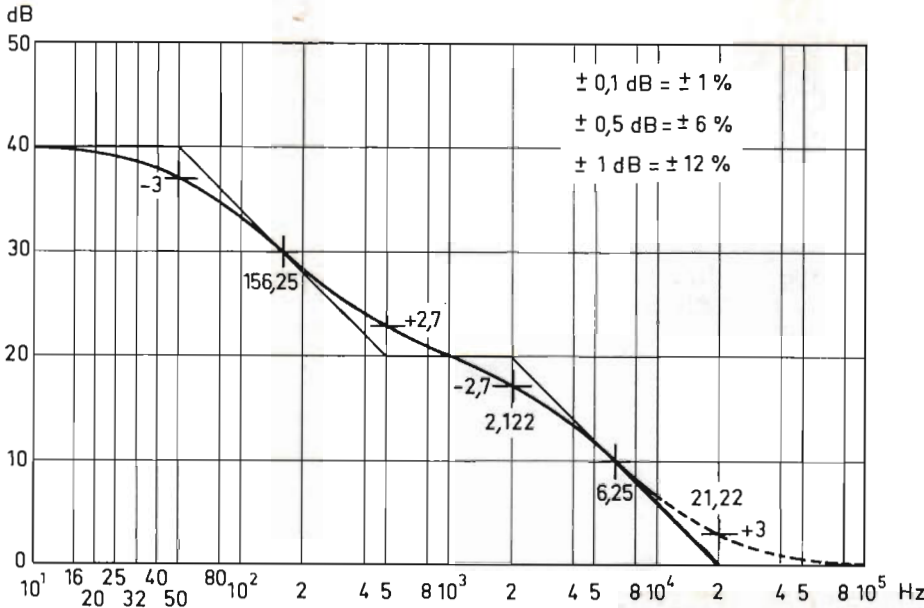

Fig 2. RIAA-korrektion för ett icke inverterande steg. Observera, att man får en brytpunkt i diskanten p g a att förstärkningen inte kan bli mindre än 0 dB.
Matningsspänningarna är  $\pm 20$  V, vilket ger en maximal utspänning om ca 12 Vrms innan klippning inträder. Det totala motkopplingsnätet består av R7, R8, R11, R12 samt C4, C5, C6 och C7. Nätet bildar en RIAA-korrektion enligt fig 2.
Kurvan enligt fig 2 planar ut vid ca 20 kHz, fullt i enlighet med funktionen hos en icke inverterande koppling. Enligt (2) kan ju inte förstärkningen sjunka under 1.
Fig 2. Den tonarmsliknande Discostat syns här utan den anslutande jordledningen som utgår från sockeln, där den fästs in med en miniatyrplugg. Märk den graderade motvikten ytterst, det perforerade skalet kring plyschrullen och kopparkvasten längst fram. Anordningen är gediget gjord i metall alltögenom.